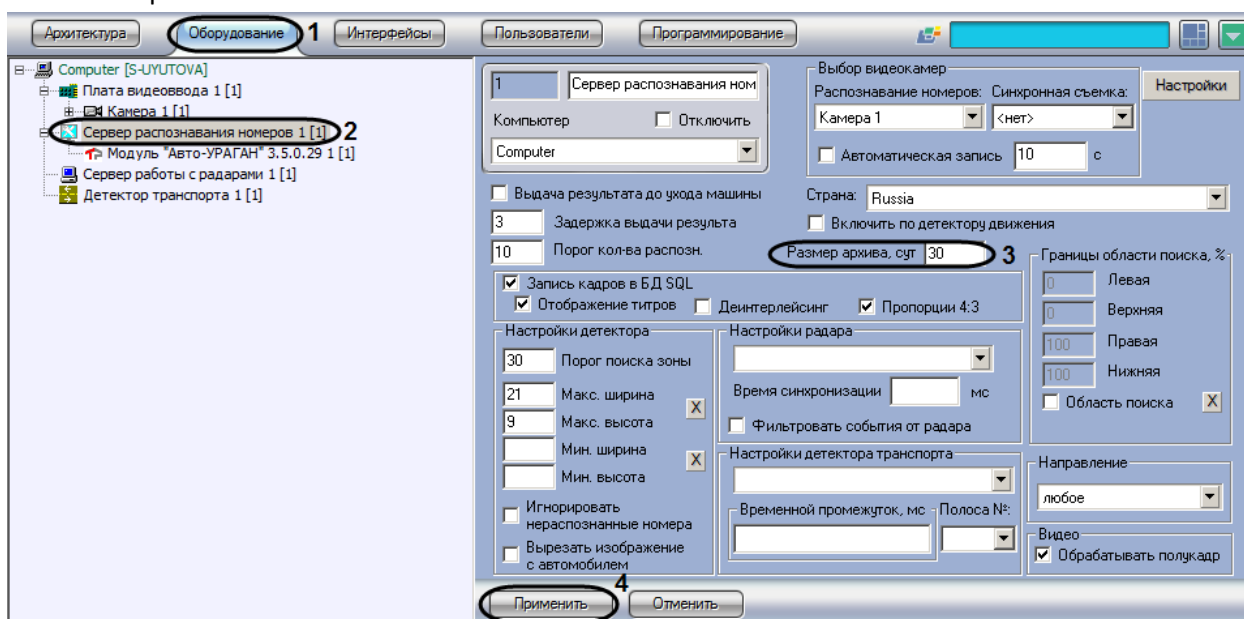

Рис. 7.2—19. Настройка глубины хранения записей в базе данных
2. В дереве объектов на вкладке «Оборудование» выбрать объект «Сервер распознавания номеров», соответствующий активированному программному модулю (см. раздел «Активация программного модуля, используемого для распознавания номеров», Рис. 7.2—19, 2). В правой части вкладки «Оборудование» отобразится панель настройки выбранного объекта
3. В поле «Размер архива, сут» указать глубину хранения записей в базе данных (см. Рис. 7.2—19, 3). Параметр «Размер архива, сут» измеряется в днях.
4. Нажать кнопку «Применить» (см. Рис. 7.2—19, 4).